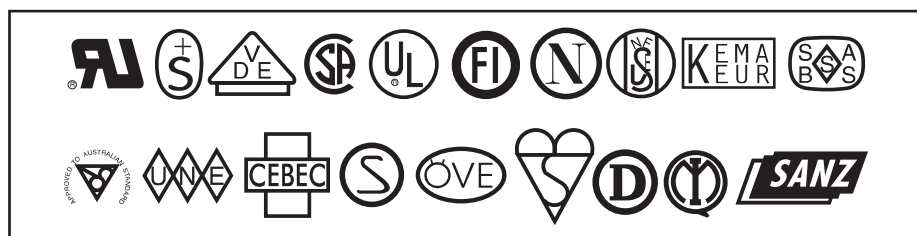
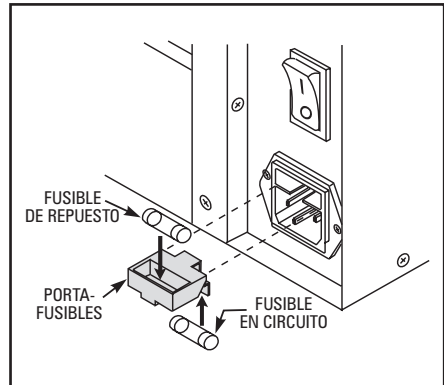

Figura 2
Figura 4
4. El enchufe de alimentación de corriente alterna y el conector IEC 320 deben llevar la marca de certificación de al menos una de las organizaciones internacionales de seguridad conocidas mostradas en la Figura 2.
La impresora de la serie XIII usa un fusible de estilo métrico (IEC 5 x 20 mm) con unos valores nominales de F5A, 250V. El módulo de entrada de alimentación de corriente alterna viene con dos fusibles aprobados en el portafusibles: una está “en circuito” y el segundo se suministra como “repuesto” (consulte la Figura 4). Las caperuzas del fusible deben llevar la marca de certificación de una organización de seguridad internacional conocida (consulte la Figura 2). Use el procedimiento siguiente para reemplazar un fusible defectuoso.
2. Quite el fusible defectuoso e instale un fusible nuevo en la posición “en circuito” mostrada en la Figura 4. Si usa el fusible de repuesto, asegúrese de pedir un nuevo fusible de repuesto. Puede pedir los fusibles a su distribuidor Zebra.